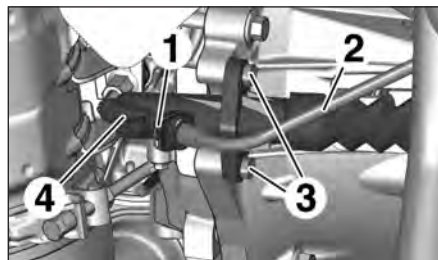

FIG.16
- Appuyer sur l'agrafe (1) (Fig.16).
- Désaccoupler la canalisation hydraulique (2).
- les vis (3),
- le cylindre récepteur (4).